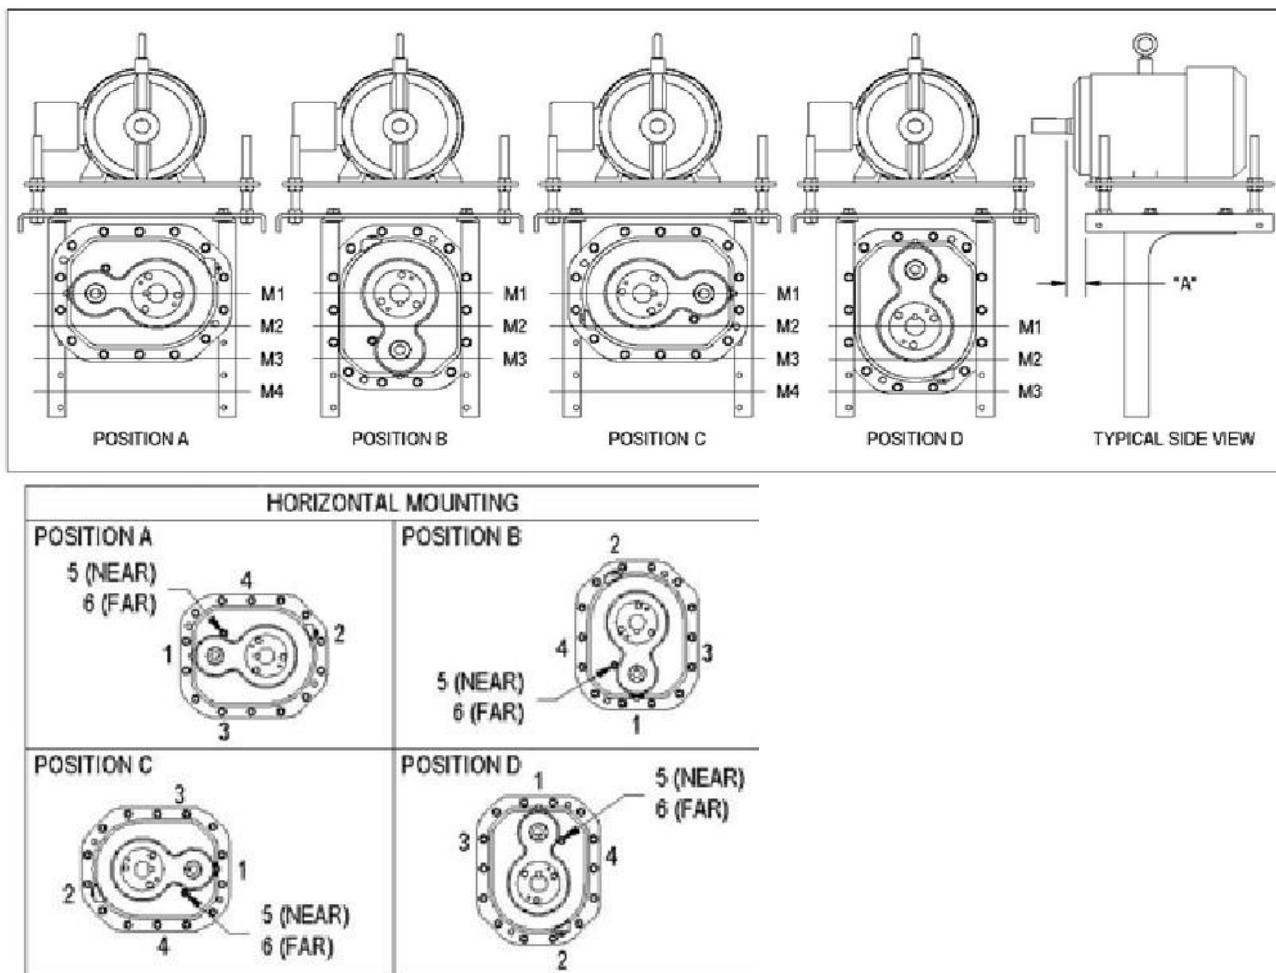

Рис. 6. Рабочие позиции редуктора
*** При скорости на выходе ниже 15 об / мин уровень масла должен достигать контрольной пробки. Если положение редуктора будет отличаться от указанных на рис.6, понадобится больше или меньше машинного масла. В этом Вы можете проконсультироваться с производителем